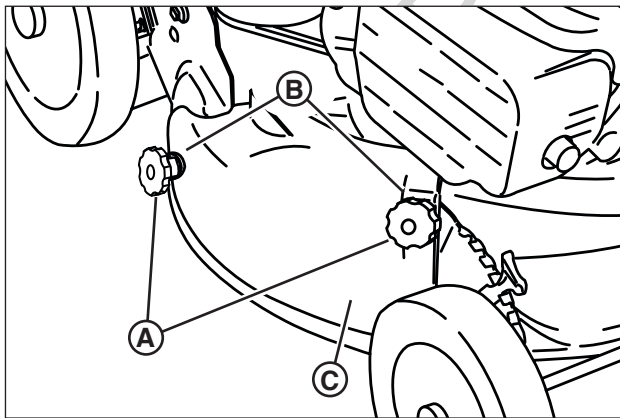

Figure 8 : Enlever le couvercle de paillage
1. Enlever les boutons écrous (A, Figure 8) et les rondelles à denture interne/externe (B) en retenant le couvercle de paillage (C) au châssis de la tondeuse.